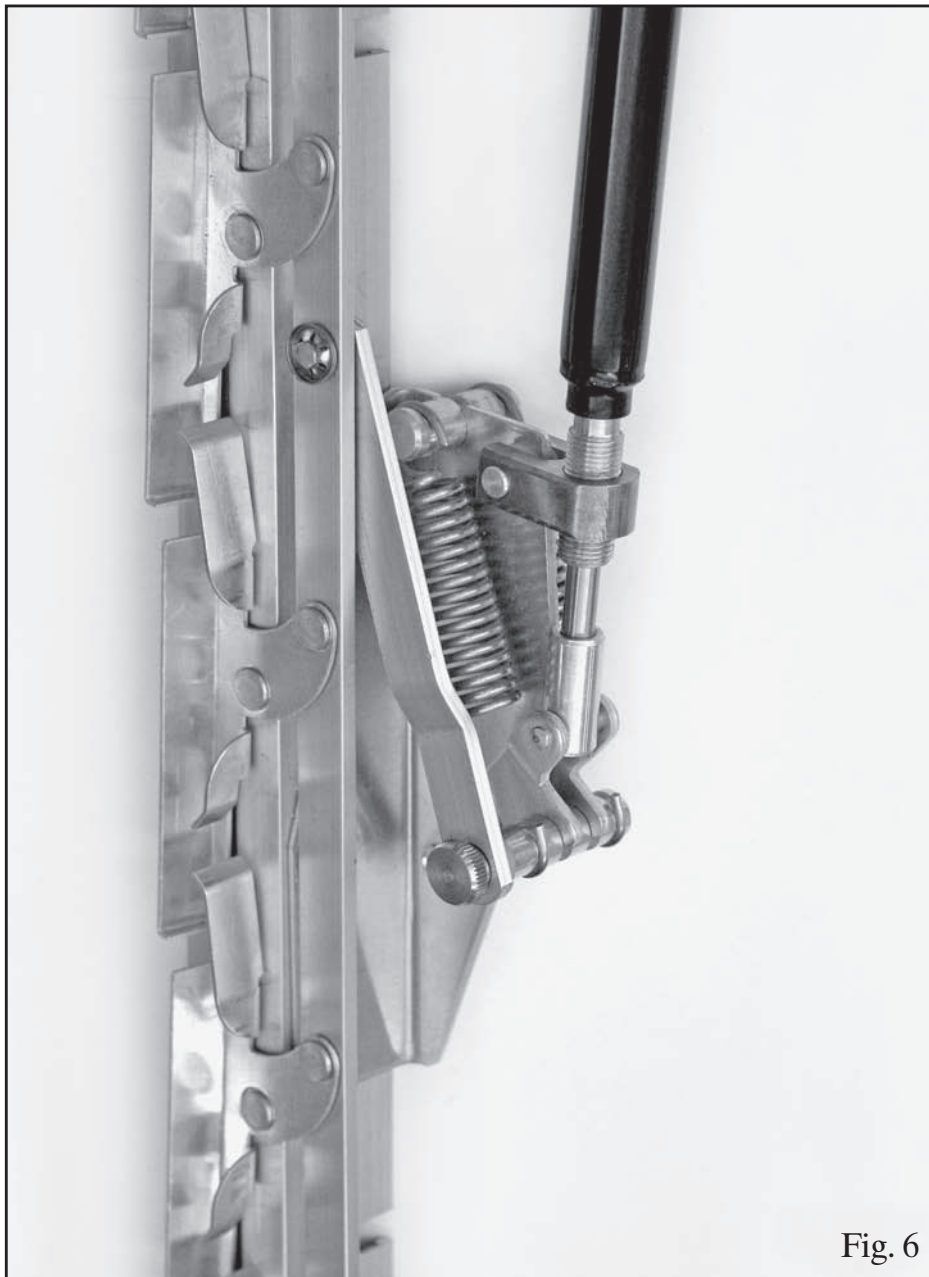

Fig. 6
11. Vissez le cylindre dans le réceptacle du cylindre (2) jusqu'à ce qu'une longueur égale de la bague du cylindre soit visible des deux côtés du cylindre. Assurez-vous que la tige du piston est entrée dans la fixation de la tige (4) (voir fig. 6)